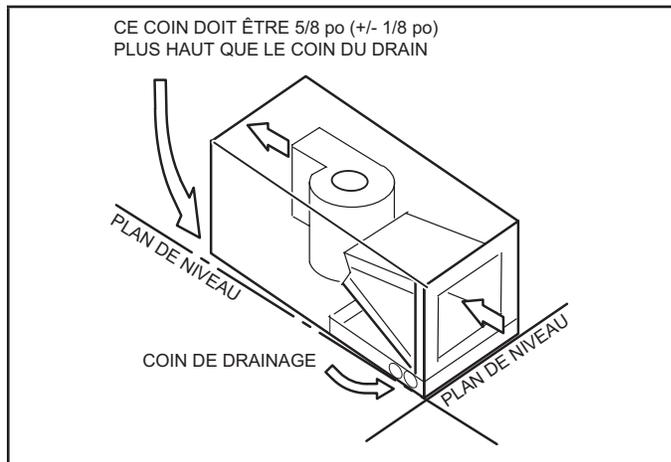

FIGURE 11. Inclinaison de l'unité pour un drainage correct
- 3 - Placez l'appareil de manière à ce qu'il soit incliné vers l'extrémité du bac de drainage et de niveau de l'avant à l'arrière de l'appareil (voir figure 11).
Assurez-vous que l'unité est inclinée (comme dans la figure 11) de sorte que le bac de drainage se vide complètement sans que de l'eau reste dans le bac.